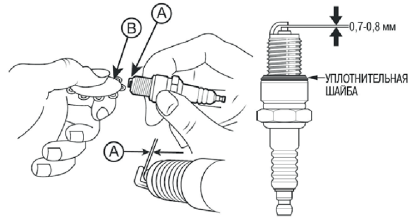

РИС. 19
4. Проверка зазора. С помощью щупа измерьте зазор между электродами (Рис. 19). Номинальное значение: 0,7–0,8 мм.